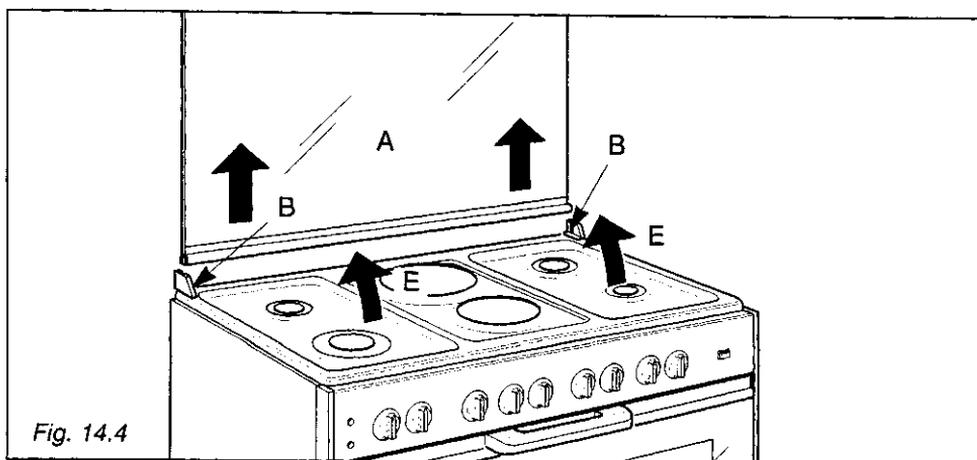

Fig. 14.4
To replace the injectors, raise the cooktop in the following manner (fig. 14.4):
*Soulever la table de travail de la manière suivante pour remplacer les injecteurs (fig. 14.4):*